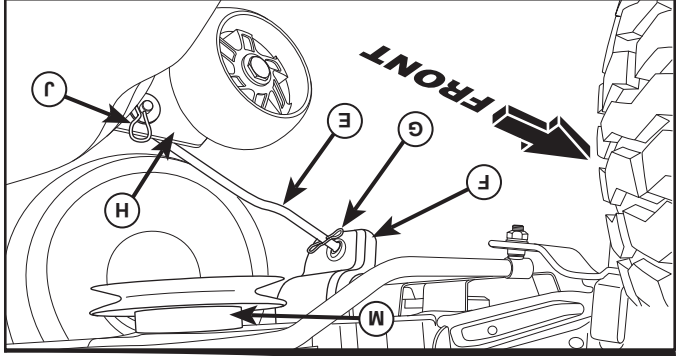

Fig. 14
## 8. INSTALE EL ESLABÓN DELANTERO (E) (Vea Fig. 14)
- Desde la parte delantera del tractor, inserte el extremo de varilla del eslabón delantero (E) a través del agujero delantero de la escuadra de suspensión delantera del tractor (F).
- Múvase hasta el lado izquierdo de la cortadora e inserte un resorte de retención grande (G) a través del agujero del eslabón delantero (E) detrás de la escuadra de suspensión delantera (F).
- Inserte el otro extremo del eslabón (E) en el agujero de la escuadra derecha de la cortadora de césped (H) y asegure con una arandela y un resorte de retención pequeño (J).